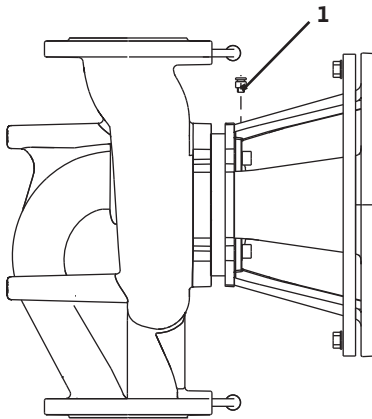

Рис. 17: Воздуховыпускной клапан
- Воздуховыпускной клапан (рис. 17, поз. 1) должен всегда указывать вверх.